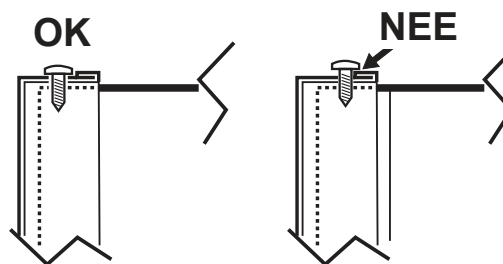

fig. 8 - montage met onderste schroeven
3. Ga in omgekeerde volgorde te werk om het voorpaneel weer terug te plaatsen. Zorg ervoor dat het goed vastzit op het bovenpaneel en volledig steunt op de zijpanelen. De kop van schroef "A" moet, eenmaal vastgedraaid, geplaatst worden zoals in "fig. 8 - montage met onderste schroeven".